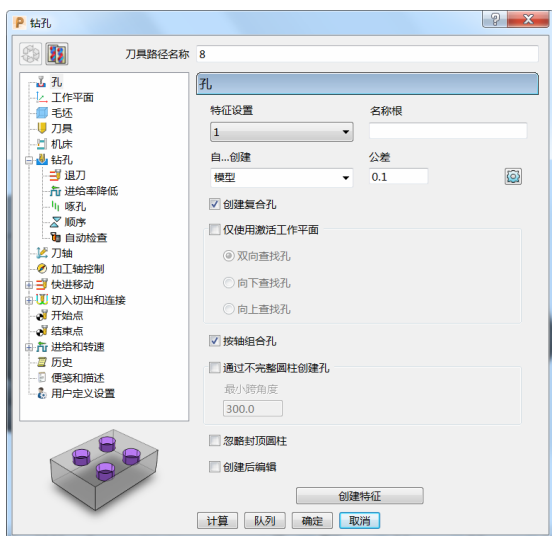

图 4-58
- 1) 孔：特征设置选择特征“1”，自模型创建，设定公差“0.1”，勾选“创建复合孔”及“按轴组合孔”。（图 4-58）